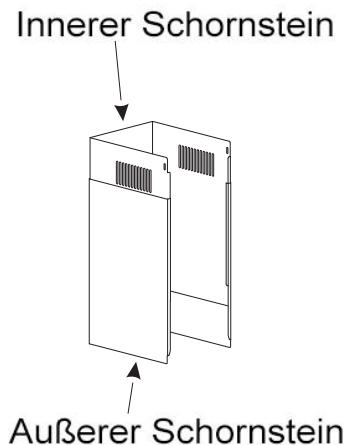

Bild7
7. Ziehen Sie den Innenkamin bis zur Innenkaminhalterung hoch und befestigen Sie diese mit 2 Stück Schrauben ST4×8mm. Siehe Bild 7.